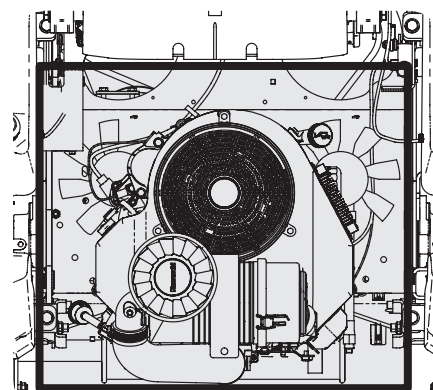

Figure 4-1
- Nettoyez autour du collecteur d'échappement et des fusibles, le câblage électrique et les faisceaux, le tuyau du silencieux, le pare-chaleur du silencieux, les grilles d'entrée d'air du moteur et les ailettes de refroidissement, entre autres. Voir Figure 4-1.